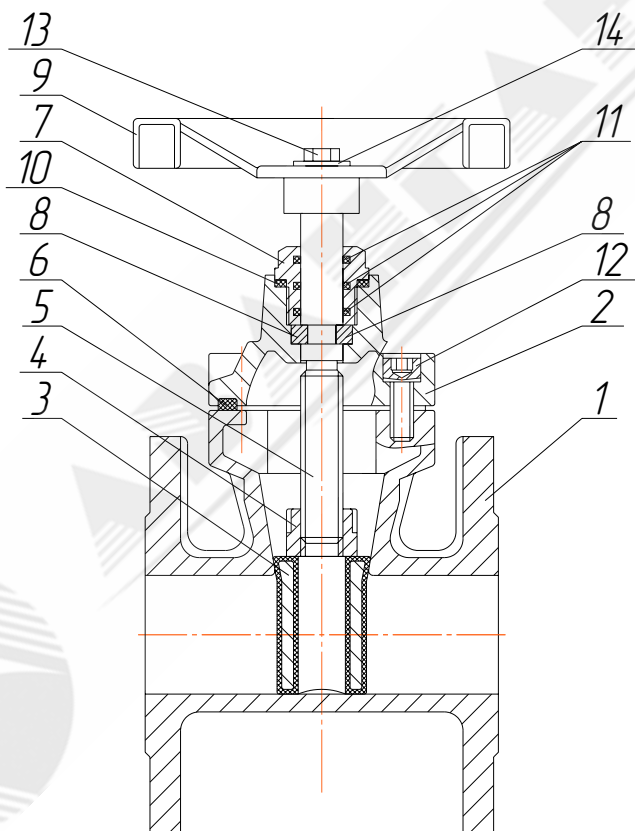

Рисунок 3
3.4.2 Полную разборку задвижки (см. рисунок 3) производить в следующем порядке: